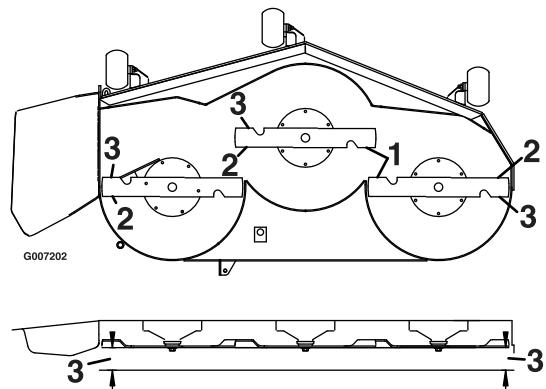

Figura 49
- Misurate la distanza tra i taglienti esterni e la superficie piatta (Figura 49). Se entrambe le misure non rientrano nella tolleranza di 5 mm è necessario regolare; proseguite l'operazione.
- Ruotate con cautela le lame da un lato all'altro (Figura 49).